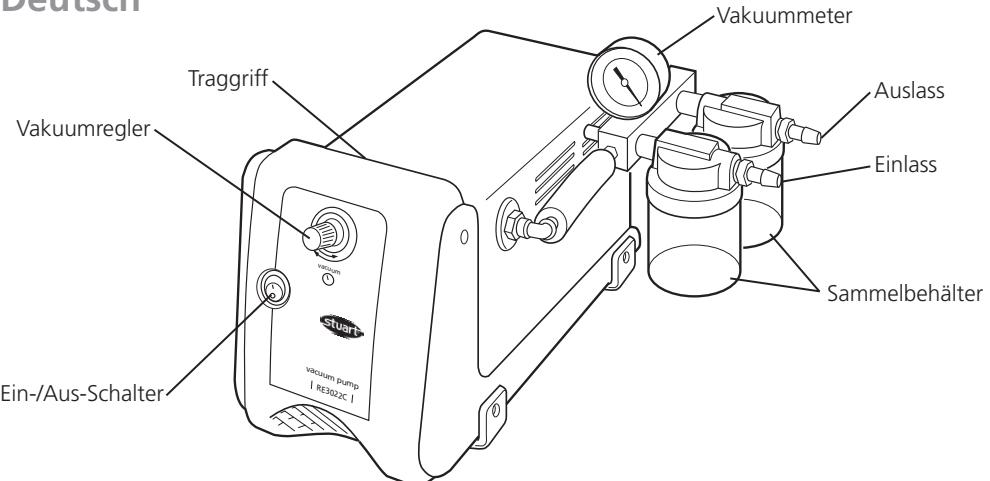

Abbildung 1
- ❖ Das Gerät nur mit dem Tragegriff auf der Oberseite transportieren (siehe Abb. 1).
Siehe Abbildung 1
- 3 Kontrollieren, ob die Sammelbehälter leer und in gutem Zustand sind (siehe Abb. 1).
- 6 Den Vakuumregler (siehe Abb. 1) durch Drehen im Gegenuhrzeigersinn bis zum Anschlag öffnen.
- 8 Den Vakuumregler langsam schließen, bis der gewünschte Unterdruck auf dem Messgerät angezeigt wird (siehe Abb. 1).
Zum Schutz des Anwenders und der Pumpe wurden mehrere Sicherheitsfunktionen implementiert (siehe Abbildung 1).